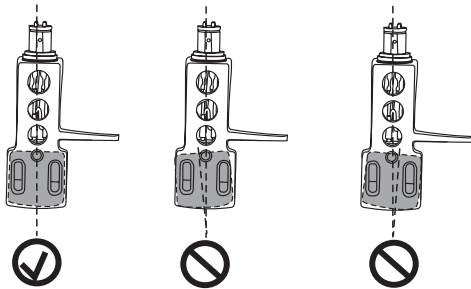

Abb. 11: Einstellen des Azimut
5. Für ein optimales Abtasten sollte der Überhang – der Abstand zwischen Nadel und der Achse des Plattentellers – auf 15 mm eingestellt sein. Vergewissern Sie sich, dass das System mittig sitzt (korrekter Azimut) und die Schrauben angezogen sind (Abb. 11).